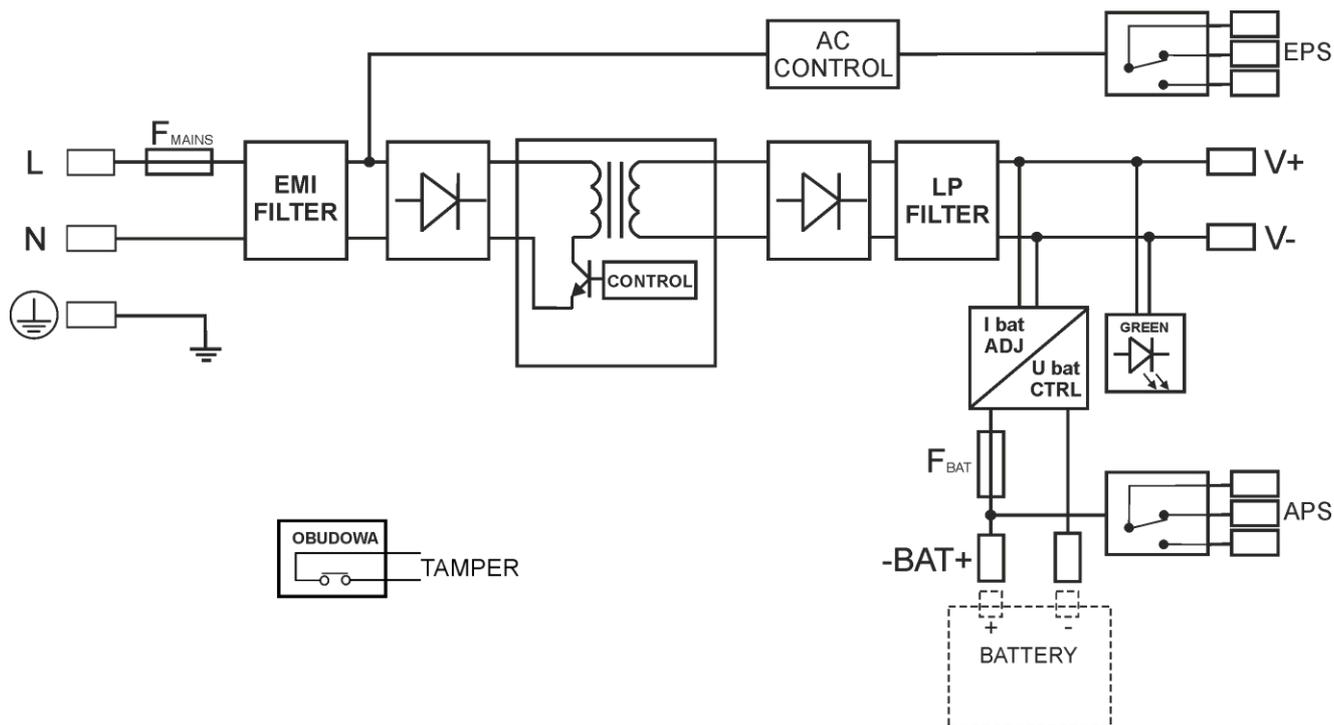

Fig.1. Diagrama de bloques de la fuente de alimentación.
1.2. Diagrama de bloques (Fig. 1).